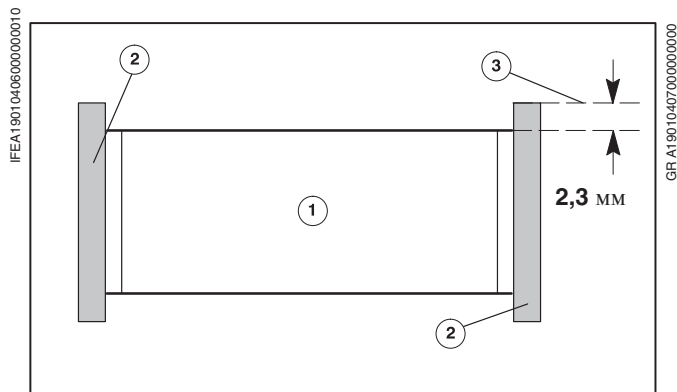

Рис. 21 Схема офсетного цилиндра
Офсетный цилиндр (Рис. 21/①) сбоку ограничивается контактными кольцами (Рис. 21/②). Формный цилиндр и офсетный цилиндр вращаются давлением между контактными кольцами. Расстояние между этими цилиндрами не меняется.
Проточка (поверхность цилиндра под контактным кольцом, Рис. 21/③): 2,3 мм.